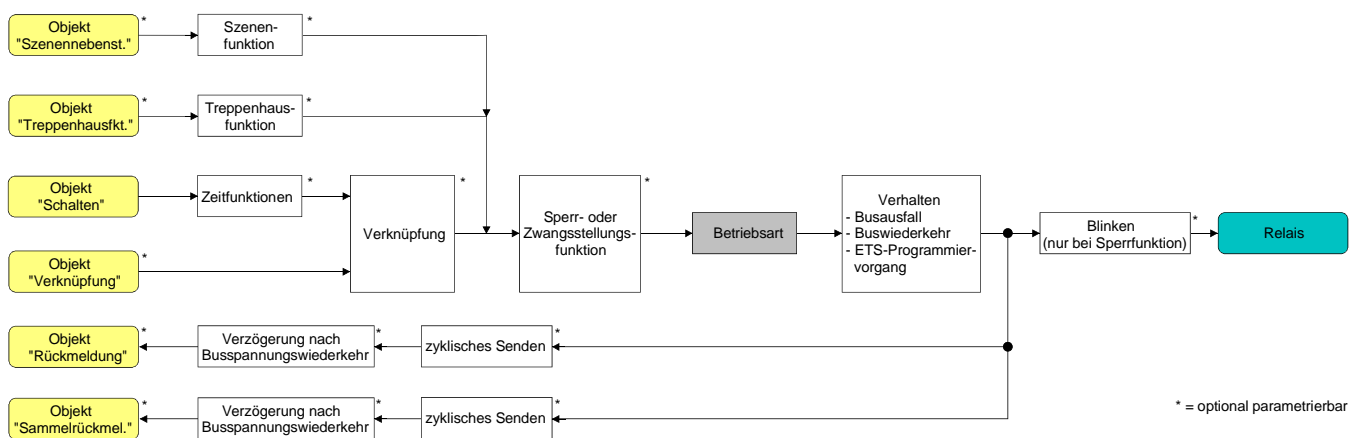

Bild 11: Funktionsschaltbild "Betriebsart"
- i Der logische Schaltzustand ("ein - 1" oder "aus – 0") wird durch das Kommunikationsobjekt "schalten" eingestellt und durch die Funktionen beeinflusst, die optional aktiviert werden können (z. B. Zeit-/Treppenhausfunktionen, Verknüpfungen, Sperr-/Zwangsfunktionen, Szenen – vgl. Bild 11).